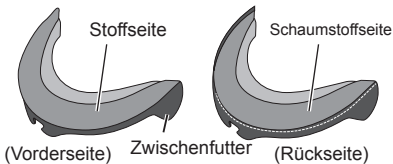

Abb.1
1. Überprüfen Sie die Vorder- und Rückseite des Windabweisers-2 wie in Abb.1 dargestellt.